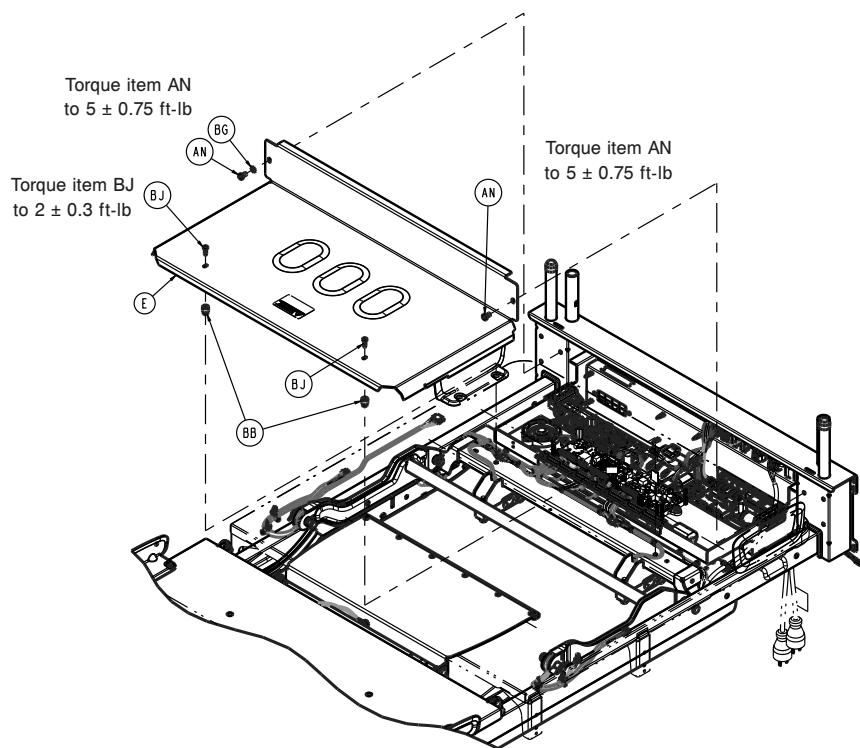

Figure 28 – Retrait du couvercle
7. À l'aide d'une clé Torx T25, retirer les deux vis (BJ) qui fixent le couvercle du boîtier électronique du plan de couchage (E) à l'ensemble du boîtier électronique (Figure 28). Conserver les vis.
8. À l'aide d'une clé Torx T30, retirer les deux vis (AN) qui fixent le couvercle du boîtier électronique du plan de couchage (E) à l'ensemble du boîtier électronique et retirer le couvercle (Figure 28). Conserver les vis et le couvercle.
6. À l'aide d'une clé Torx T25, retirer les deux vis (BJ) qui fixent le couvercle du boîtier électronique du plan de couchage (E) à l'ensemble du boîtier électronique (Figure 28). Conserver les vis.
7. À l'aide d'une clé Torx T30, retirer les deux vis (AN) qui fixent le couvercle du boîtier électronique du plan de couchage (E) à l'ensemble du boîtier électronique (Figure 28). Conserver les vis et le couvercle.
8. À l'aide d'une clé Torx T30, retirer les deux vis (AN) qui fixent le couvercle du boîtier électronique du plan de couchage (E) à l'ensemble du boîtier électronique (Figure 28). Conserver les vis et le couvercle.